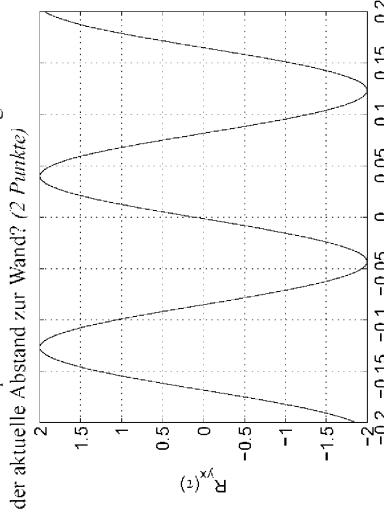

Bild 11: $R_{XY}(\tau)$ an einem definierten Ort des Roboters
g) Zu einem bestimmten Zeitpunkt wurde die in Bild 11 abgebildete Kreuzkorrelation gemessen. Wie groß ist der aktuelle Abstand zur Wand? (2 Punkte)